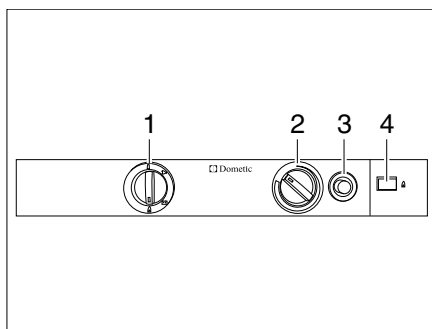

Fig. 332 Elementos de mando para el frigorífico (Dometic de la serie 8)
- Situar el selector de energía (Fig. 332,1) en "▲".
- Presionar el regulador giratorio (Fig. 332,2), girarlo al nivel máximo y mantenerlo presionado. Esperar hasta que salga gas hacia el quemador.
- Presionar el botón de encendido de gas (Fig. 332,3) y mantenerlo pulsado. El encendido se realiza automáticamente.
- Mantener pulsado el botón de encendido de gas (Fig. 332,3) hasta que el indicador de llama (Fig. 332,4) esté verde y soltarlo entonces.
- Mantener aún presionado el regulador giratorio (Fig. 332,2) de 10 a 15 segundos y después soltarlo.
- Situar el selector de energía (Fig. 332,1) en "⚡".
- Ajustar la temperatura de refrigeración con el regulador giratorio (Fig. 332,2).